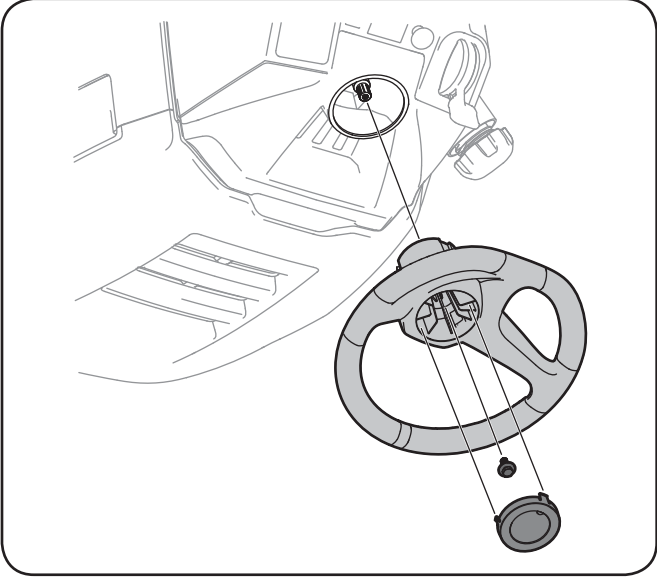

Figure 3-8
1. Redressez les roues du tracteur, puis placez le volant sur l'arbre de direction. Voir la Figure 3-8.